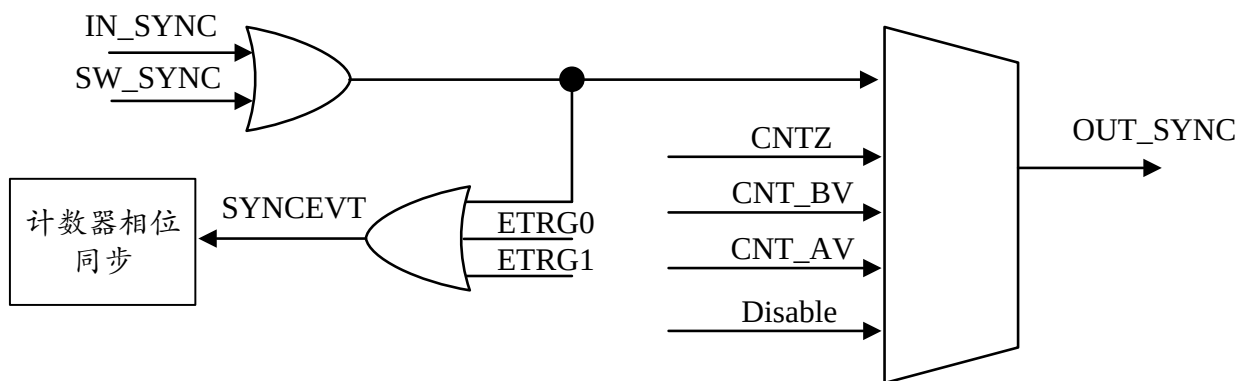

图 9-10 同步输出信号源
- ETRG0、ETRG1 均可作为相位同步的触发信号，如图 9-10：同步输出信号源所示。
计数器还会产生输出的同步信号 OUT_SYNC，通过寄存器设置可以选择不同的信号作为 OUT_SYNC。图 9-10：同步输出信号源中展示了 OUT_SYNC 的来源。